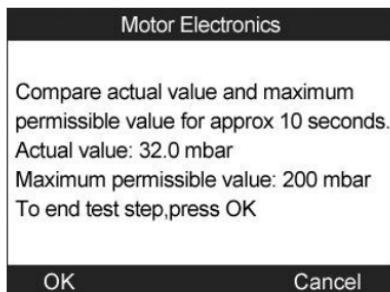

Figura 11.44
- e) Revise la contrapresión de escape con el motor corriendo a velocidad de desconexión. La herramienta leerá el valor de contrapresión actual y lo comparará con el límite superior. (Figura 11.44). Seleccione **OK** para terminar la prueba o **Cancelar** para regresar al menú anterior.